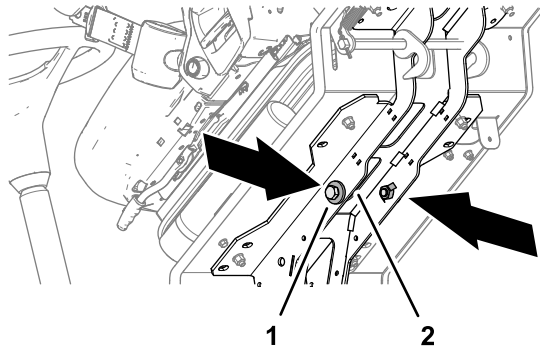

Figura 33
4. Rimuovete i 2 bulloni da 12 x 40 mm e le 2 rondelle da 12 mm che si trovano nelle guide di sostegno della pedana (Figura 33).